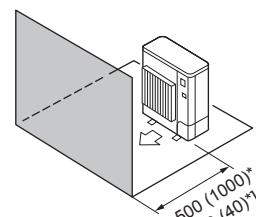

Fig. 2-9
- ④ Obstáculos sólo en la parte delantera (Fig. 2-9)